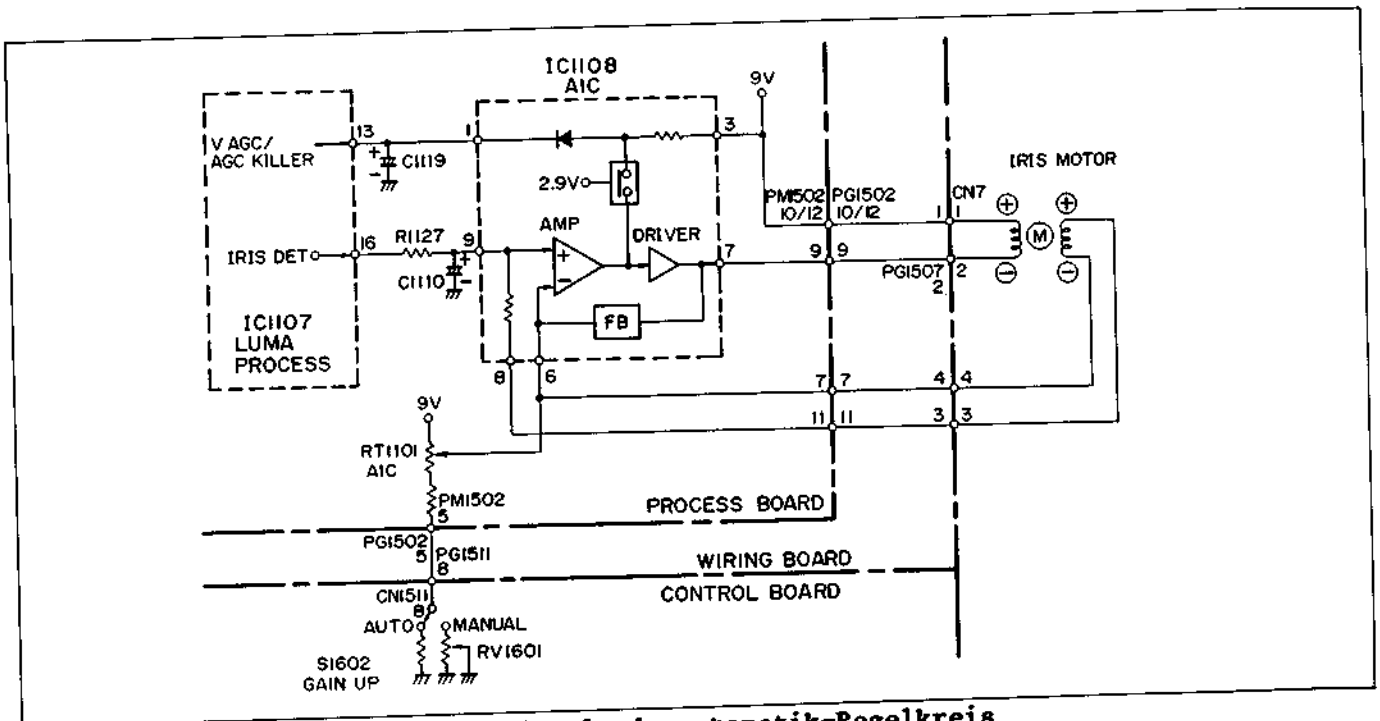

Abb. 2-16 Blendenautomatik-Regelkreis
2.6 Blendenautomatik-Schaltkreis (Abb. 2.16)